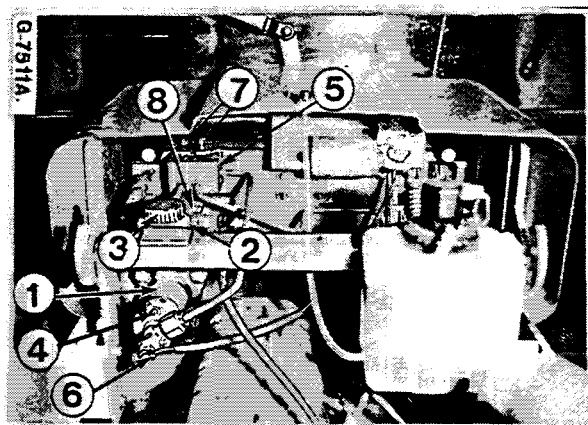

Figure 101
Vérifiez le niveau d'huile dans le réservoir (2) Fig. 101 de la façon suivante :